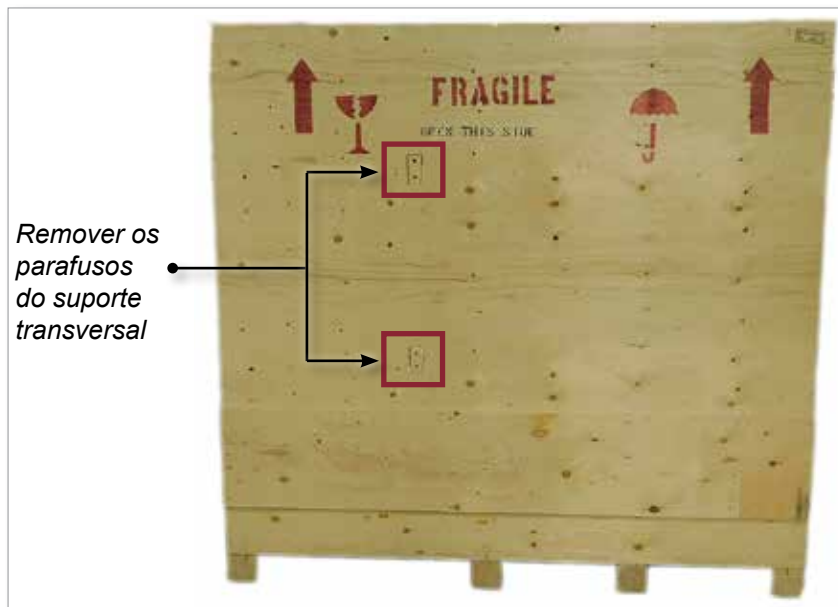

Figure 3-7 Remover os parafusos do suporte transversal
4. Remova os parafusos do suporte transversal pelo lado da caixa assinalado com "FRÁGIL: ABRIR POR ESTE LADO". Consulte Figure 3-7.